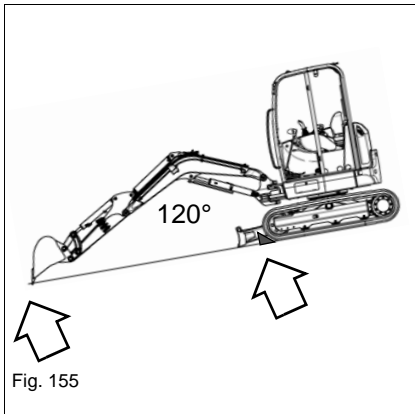

Fig. 155
- Asegurar el vehículo con cuñas de calce (ver Fig. 155).